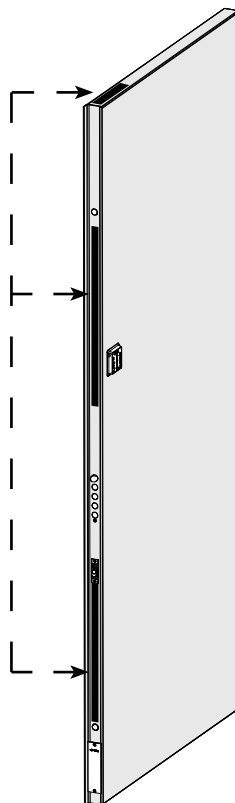

Fig. 3
4. Lo Stato porta può essere posizionato dove indicato in (Fig. 3).